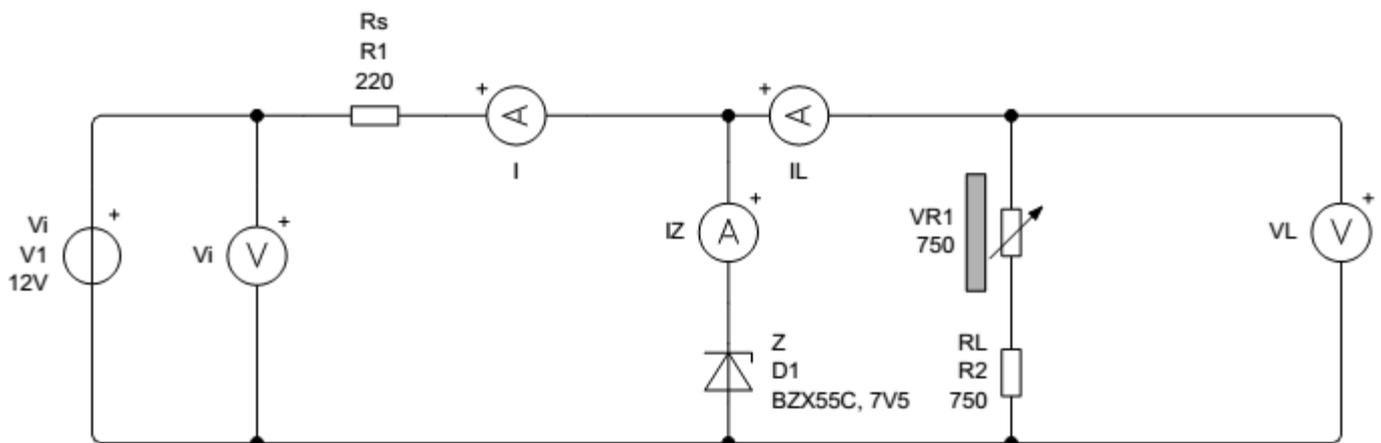

Fig. 4: Simulación - Fuente Regulada con Zener Paralelo – Carga variable
Con el valor de R_S adoptado, verifico por cálculo y o por simulación el rango de funcionamiento. Fig. 4.
- i- Lo haremos con un simulador, que puede ser el LIVEWIRE, u otro de su preferencia, implementando un circuito como el de la Fig. 4, con los valores adoptados en el cálculo. Debe verificarse que en cualquier situación de trabajo la corriente se Zener sea: $I_{Zmin} \leq I_Z \leq I_{ZMax}$.